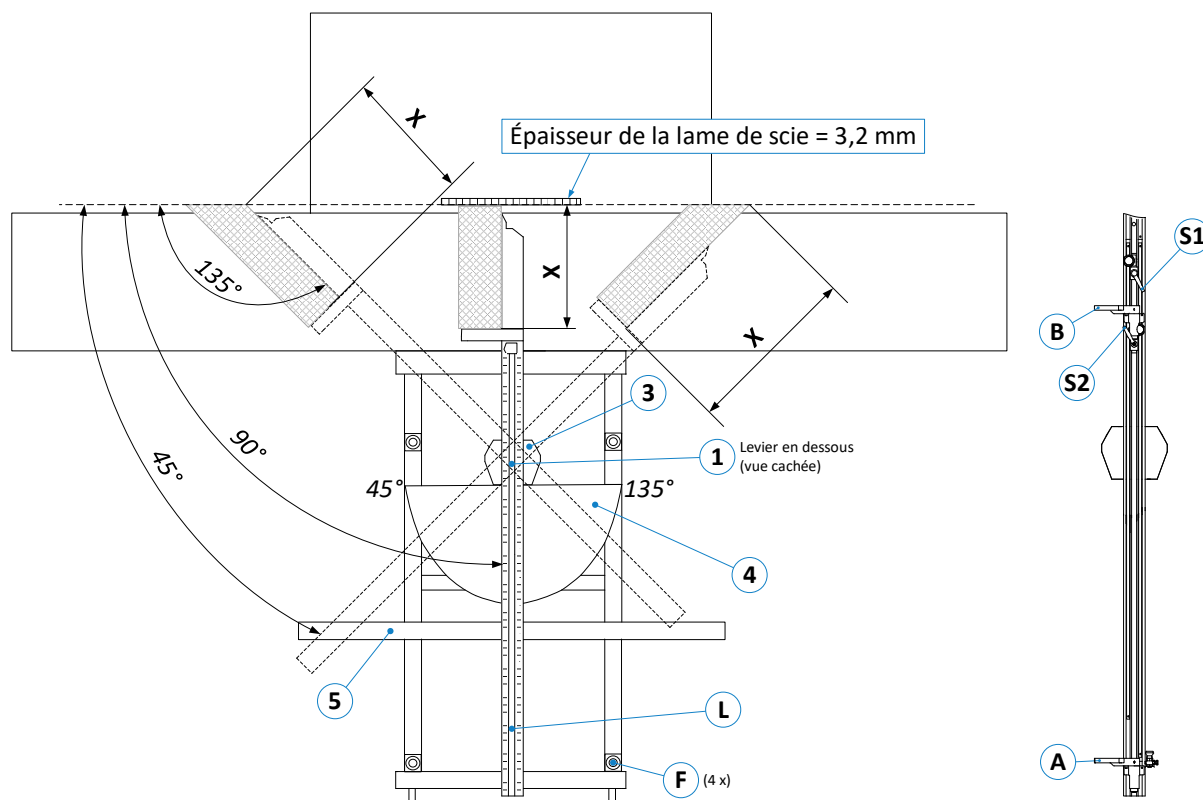
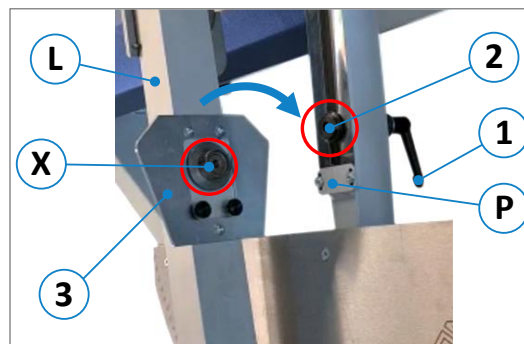

Figure 70 : aperçu et éléments de commande
Figure 71 : monter le guide télescopique
- Desserrer le levier de serrage (1) et pousser le boulon de réception (2) en direction de la plaque de butée (P) (voir ⇒ Figure 70 et ⇒ Figure 71).
- Placer maintenant le guide télescopique (L) sur le châssis à équarrir de manière à ce que le boulon de réception (2) puisse être introduit dans le logement (X) situé sur la face inférieure de la plaque de butée (3).
- Resserrer le levier de serrage (1).
Pour le calibrage, le Super-Gehrfix II doit d'abord être positionné à 90°, ce qui se fait à l'aide du boulon de butée (7), voir ⇒ Figure 70. Appuyer ensuite sur le bouton  de l'affichage numérique pour terminer la procédure de calibrage.